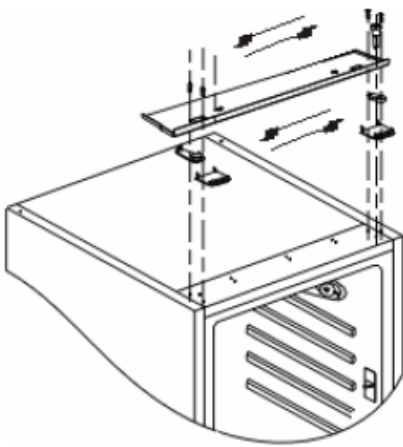

Abb. 1
- Die Schrauben von der oberen Platte (Abb.1) abschrauben und legen die Platte zur Seite.